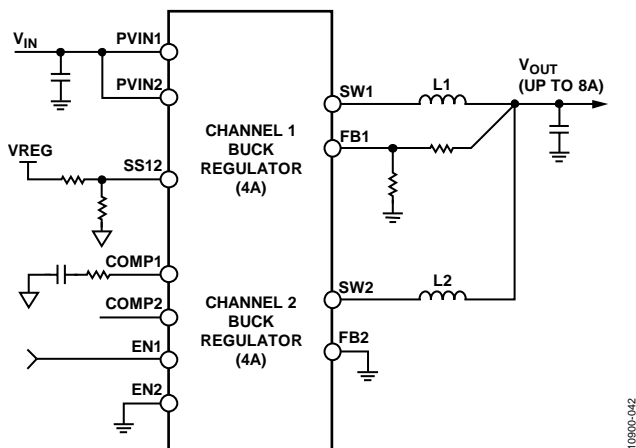

図 44. チャンネル 1 とチャンネル 2 を使った並列動作
ADP5052 は、チャンネル 1 とチャンネル 2 とを 2 フェーズで並列動作させ、最大 8A の電流が供給できる単一電源にすることができます。チャンネル 1 とチャンネル 2 とを並列動作させ、単一電源として構成するには、次の手順を行って下さい (図 44 参照)：
- 図 44 に示してあるように、SS12 ピンを使って並列動作可能な設定にします。